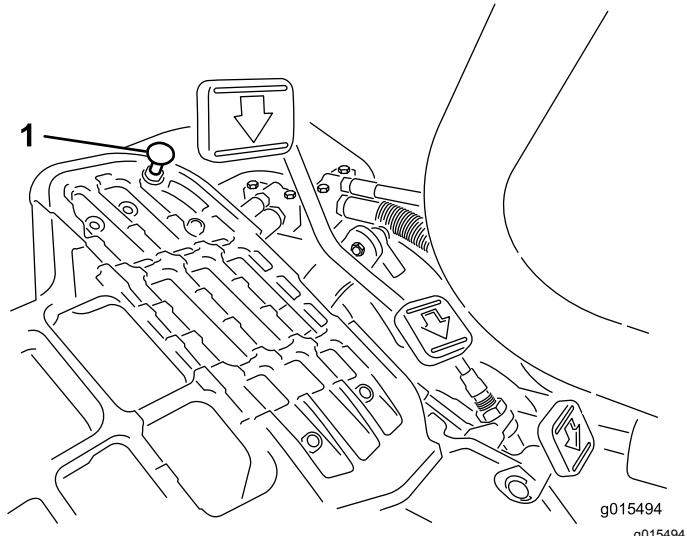

図 33
1. モードレバーを移動走行位置にセットし、ペダルストップを固定しているロックナットをゆるめる図 33。
モードレバーを移動走行位置にセットし、ペダルを一杯に踏み込めば最高速度となります。ケーブルに張力が掛かる前にペダルがストップ 図 33 に当たる場合には調整が必要です。